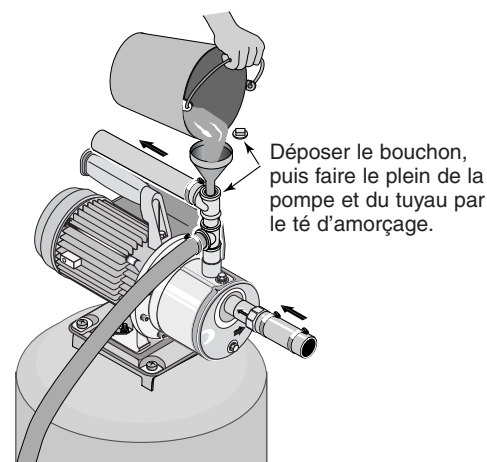

Figure 5: Amorçage de la pompe
PRÉPARATION AVANT DE DÉMARRER LA POMPE (FIGURE 5)
1. Déposer le bouchon du té d'amorçage, puis faire le plein de la pompe. Faire le plein de toutes les tuyauteries branchées entre la pompe et le puits et s'assurer aussi que toutes les tuyauteries descendant dans le puits sont pleines d'eau. Si un té d'amorçage a été posé sur le tuyau d'aspiration, déposer son bouchon, puis faire le plein du tuyau d'aspiration. Se reporter à la Figure 5.